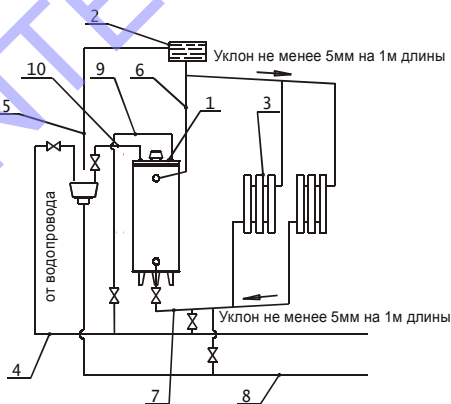

Рис. 4. Примерная схема системы отопления с использованием аппарата на горячее водоснабжение:
При кратковременном режиме, протекающая через змеевик вода нагревается и расходуется без нарушения работы отопительной системы (кран трубопровода обратной воды 7 (рис. 4) не перекрывать в отопительный сезон).
- отключить систему отопления, перекрыв кран трубопровода обратной воды п.7 (рис. 4);
6.6. Аппарат подключить к системе отопления и горячего водоснабжения (рис.4). Систему отопления заполнить водой. Для этого при закрытом сливном вентиле открыть впускной вентиль от водопровода и следить за наполнением отопительной системы по сигнальной трубе.